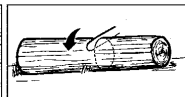

Abb. 16A
1. Stamm der Gesamtlänge nach abgestützt: Schneiden Sie von oben und achten Sie darauf, nicht in den Boden zu schneiden (Abb. 16A).